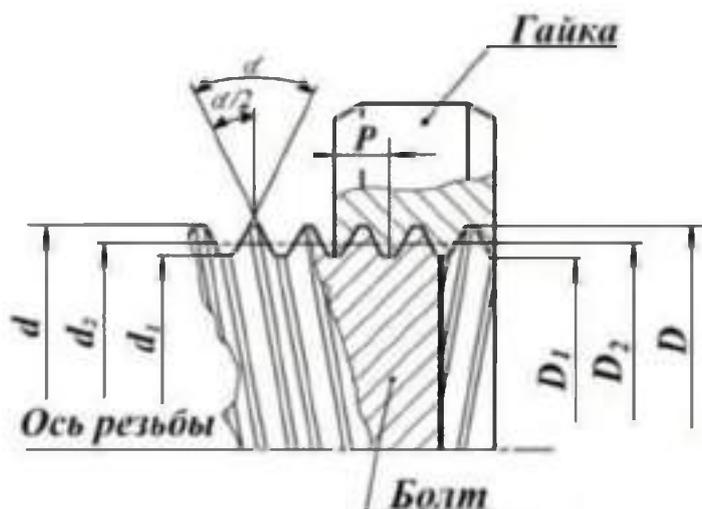

Рисунок 1.- Основные параметры резьбы.
Наружный диаметр резьбы d , (D)1 (рис. 1) - диаметр воображаемого цилиндра, касательного к вершинам наружной резьбы или впадинам внутренней резьбы. Наружный диаметр для большинства резьб принимается за номинальный диаметр резьбы.
Внутренний диаметр резьбы d_1 , (D_1) (см. рис.1) - диаметр воображаемого цилиндра, вписанного касательно к вершинам внутренней резьбы или впадинам наружной резьбы. Внутренний диаметр резьбы определяет опасное сечение болта (шпильки, винта и т.д.).
Средний диаметр резьбы d_2 , (D_2) (см. рис. 1) - диаметр воображаемого цилиндра с резьбой, образующая которого пересекает профиль витков в точках, где ширина канавки равна половине номинального шага.
Шаг резьбы P (см. рис.1) - расстояние между соседними одноименными боковыми сторонами профиля, измеренное в направлении, параллельном оси резьбы.
Угол профиля α (см. рис.1) - угол между боковыми сторонами профиля в осевой плоскости. При изменении резьб с симметричным профилем контролируют половины углов профиля $\alpha/2$.